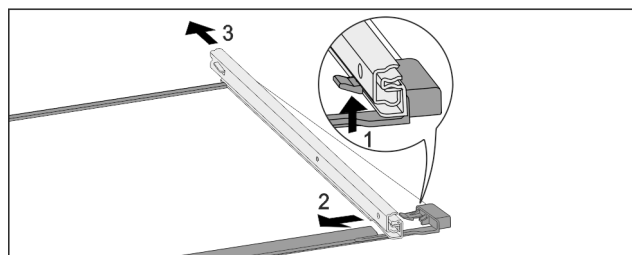

Fig. 241 Стеклянная пластина с направляющими
- ▶ Отожмите передний стопорный крючок вверх. Fig. 241 (1)
- ▶ Сдвиньте выдвижную направляющую в сторону Fig. 241 (2) и назад Fig. 241 (3).